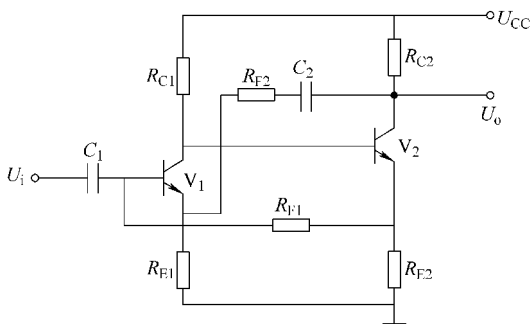

图 3-25 负反馈电路
6. 如图 3-25 所示, C_2 、 R_{E2} 组成的反馈支路的反馈类型是 ()。